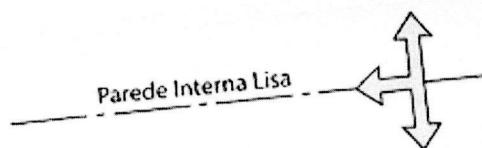

Figura 2
- Excelente Desempenho Hidráulico:** a parede interna lisa permite melhor escoamento, evitando formação de barreiras físicas e possíveis obstruções (ver Figura 2).